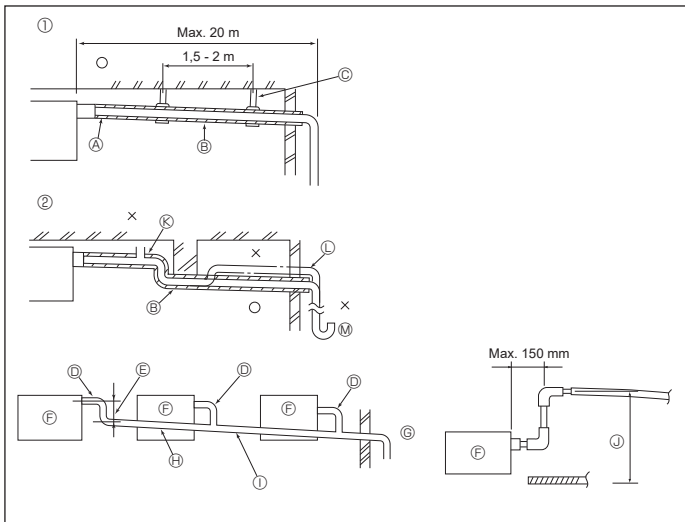

Fig. 6-1
6.1. Verrohrung der Dränage (Fig. 6-1)